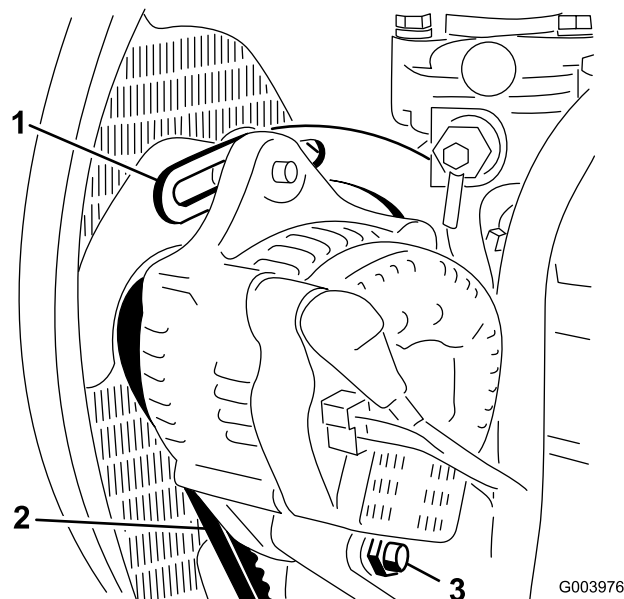

図 76
2. オルタネータ側プーリとクランクシャフト側プーリ間の中央部でオルタネータベルト(図 76)を指で10 kg程度の力で押してベルトの張りを点検する。
3. ブレースをエンジンに固定しているボルト(図 76)と、オルタネータをブレースとピボットボルトに固定しているボルトをゆるめる。